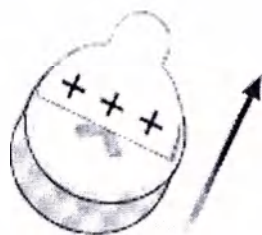

Рисунок 3 – Подготовка нового элемента питания
2.1.1.1 Снимите защитную пленку с нового элемента питания (рисунок 3). Подождите две минуты.